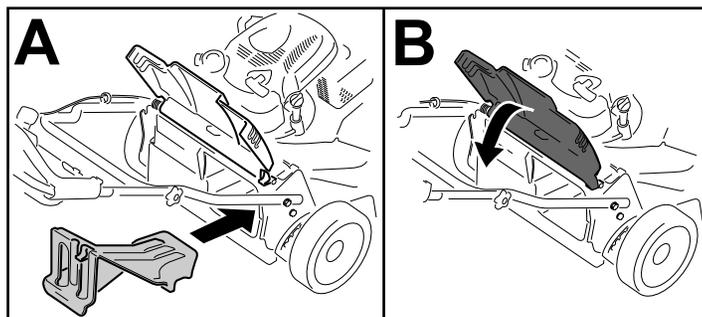

Bild 23
**Wichtig:** Stellen Sie sicher, dass die Heckauswurfklappe eingesetzt ist, bevor Sie den Rasenmäher als Recycler einsetzen (Bild 23).